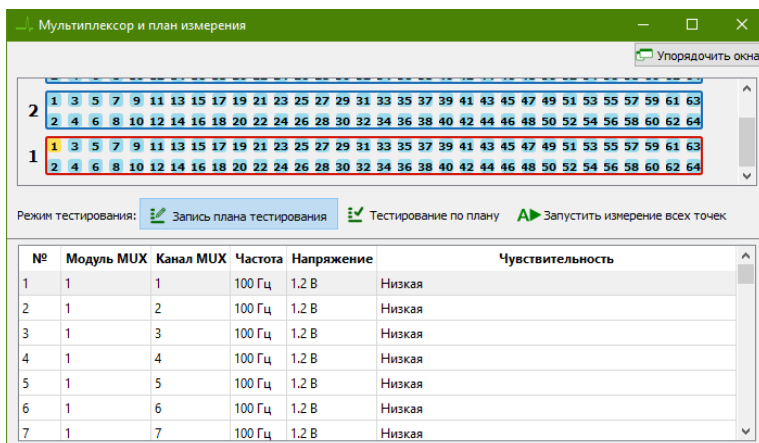

Рисунок 35. Окно Мультимплексор и план измерения ПО EPLab.
- Для записи плана тестирования в окне мультимплексора нажмите кнопку "Запустить измерение всего плана". Полученные ВАХ отобразятся в таблице (Рисунок 35).